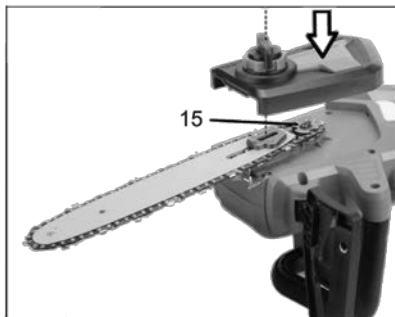

Рисунок 2
3.1 Монтаж пиляльної гарнітури (дивіться рисунок 2)
3.1.4 Розмістіть ланки ланцюга навколо приводної зірочки (15, рисунок 2). Встановіть напрямну шину з пластиною механізму натягувача ланцюга таким чином, щоб напрямні втулки вільно увійшли в отвори на шині.